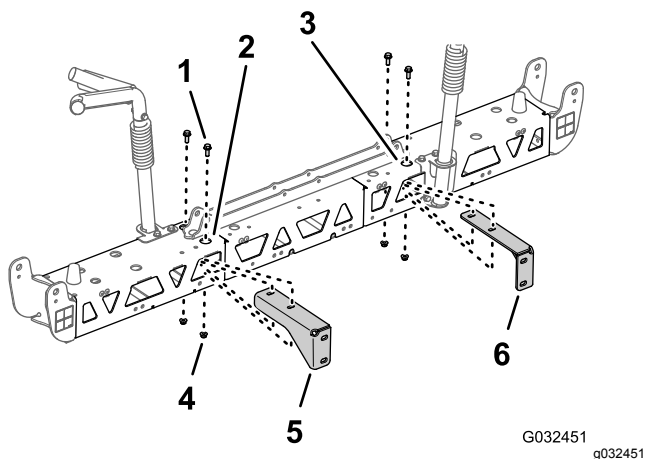

图 56
- 如图 56 所示将右支撑托架中的孔与右桁架框架中的孔对齐。
- 使用在 从中间喷洒段上卸下支撑托架 \(页码 23\) 的步骤 2 和 3 中卸下的 2 个凸缘头螺栓 $\frac{3}{8} \times 1$ 英寸和 2 个凸缘锁紧螺母 $\frac{3}{8}$ 英寸将右支撑托架组装到右桁架框架上图 56。
- 对左桁架框架的左支撑托架重复步骤 2 和 3 图 56。